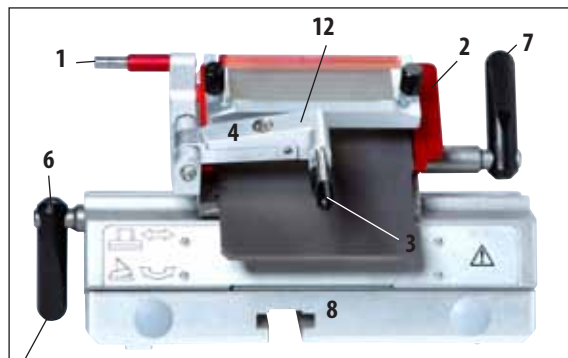

Fig. 12
- Dispozitiv ajutător de ejectare a lamei (1) și apărătoare pentru degete (2)
- Reglarea unghiului liber cu cheie Inbus cu deschidere de 4 (vezi 5, fig. 12, în stânga la suportul lamei de incizie) - unghi recomandat între 2° și 5°
- Pârghie (6) pentru mutare laterală (trebuie să fie orientată în jos, pentru a permite mutarea fără obstrucții a suprafeței de reazem pentru degete)
- Pârghie (7) pentru strângerea lamei de incizie
1. Pentru a desface arcul de segment (1) de pe bază, desfaceți cu o cheie Inbus de 4 șurubul situat deasupra reglajului unghiului liber (2) și luați arcul de segment (1) de pe baza suportului lamei.
2. Rabatați sistemul cu depărtător de incizie (3) spre stânga, apucând de pârghia (4).
3. Desfaceți pârghia de strângere (5) de la placa de apăsare prin rotire în sens anti-orar.
4. Imobilizați placa de apăsare (6) și extrageți bolțul (7).
5. Apoi placa de apăsare (6) poate fi extrasă pentru curățare (cu alcool).
6. Pentru a înlătura partea superioară (8) de la arcul de segment, desfaceți pârghia de strângere a suportului lamei de incizie (6, fig. 12) prin rotire în sens orar și extrageți-o. Suportul lamei de incizie are acum posibilitate de culisare laterală și poate fi luat de pe arcul de segment.